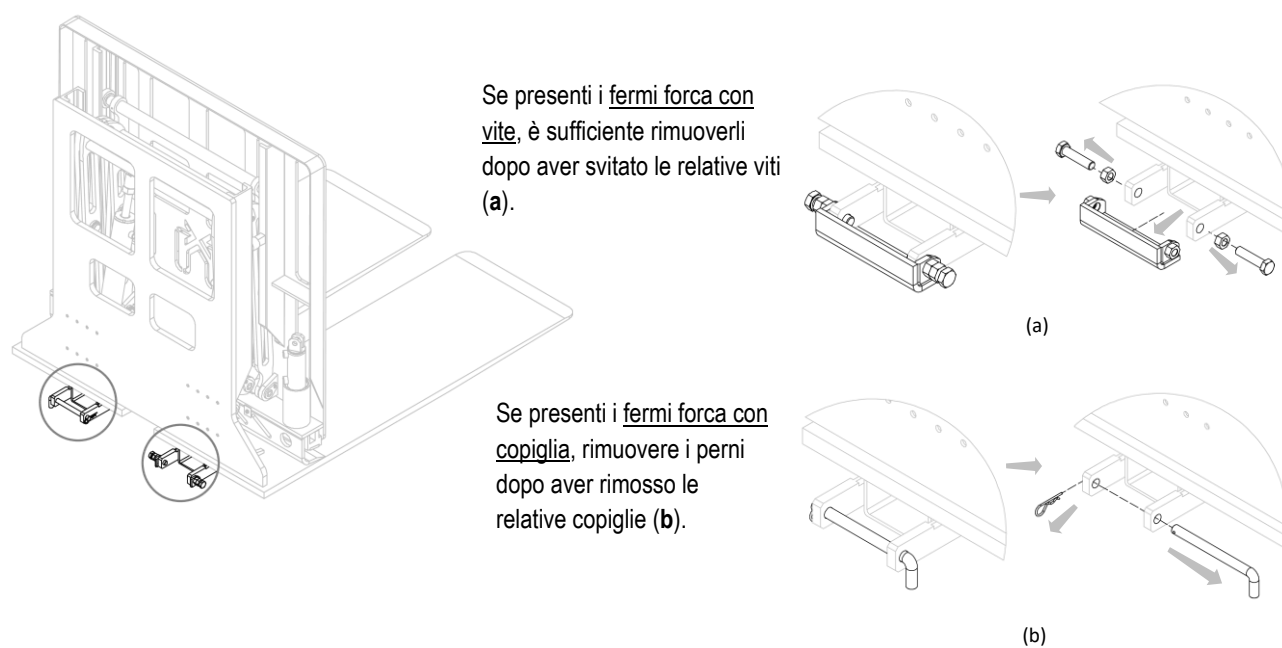

Figura 5
4. Rimuovere i fermi forca dall'attrezzatura (vedi *Figura 5*).
2. Rimuovere i fermi forca (vedi *Figura 5* a pag. 14).